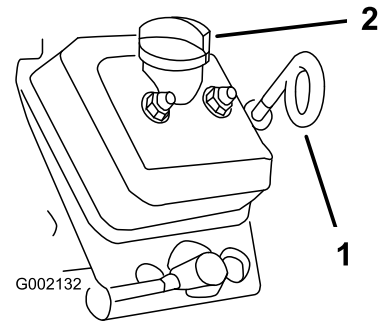

Figura 44
8. Limpie alrededor de la varilla de aceite, el tapón de llenado y el cuello de llenado, y retire la varilla de aceite (Figura 44).
9. Retire el tapón de llenado y añada aceite del tipo especificado por el cuello de llenado hasta que el nivel de aceite llegue a la marca Lleno de la varilla (Figura 44).
10. Introduzca la varilla a fondo en el tubo, retire la varilla y compruebe el nivel de aceite (Figura 44).
11. Instale la varilla en el tubo e inserte el tapón de llenado en el cuello de llenado, hasta que la varilla y el tapón estén colocados firmemente (Figura 44).